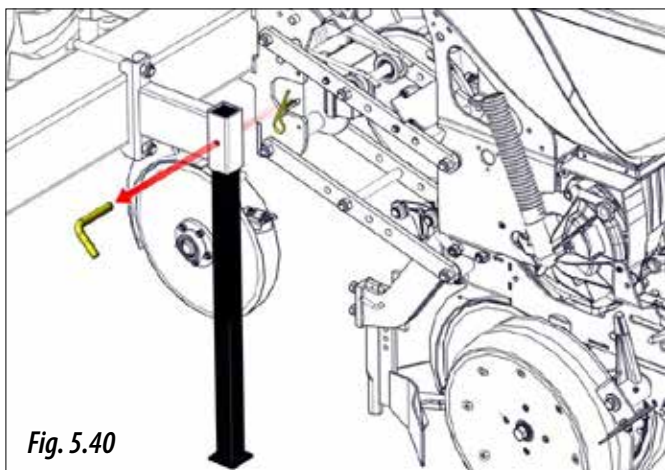

Fig. 5.40
- 2- Scoateți agrafa și bolțul (Fig. 5.40) pentru a elibera piciorul.